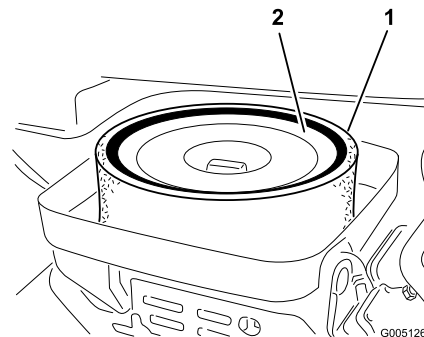

Figura 47
3. Se l'elemento in schiuma sintetica è sporco, rimuovetelo dall'elemento di carta (Figura 47). Pulitelo accuratamente, come indicato di seguito: